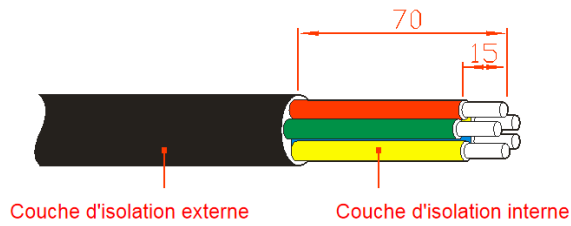

Figure3-22 Diagramme de dénudage de la sortie AC (unité: mm)
- Etape 1 Dénudez la couche d'isolation externe du câble AC sur environ 70 mm, dénudez la couche d'isolation interne sur le fil sur environ 15 mm, comme indiqué à la Figure 3-22.